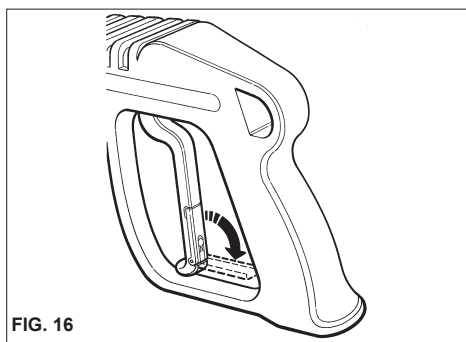

FIG. 16
- Cuando no utilice la hidrolimpiadora, cierre el dispositivo de seguridad de la empuñadura. (fig. 16).